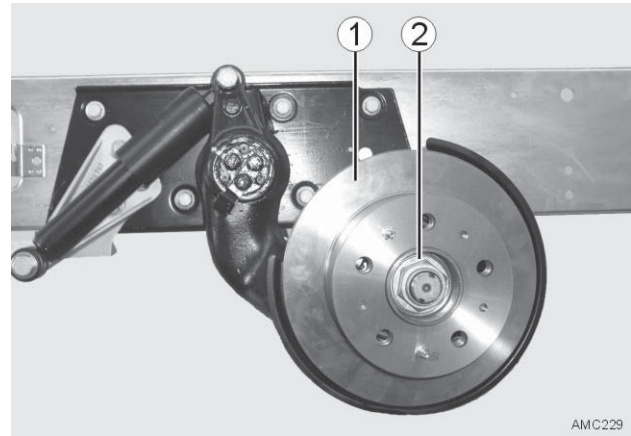

Bild 31
12. Bremsscheibe (Bild 31 - 1) gem. Montageanweisung des Basisfahrzeugherstellers abbauen.
Nabenmutter (Bild 31 - 2):